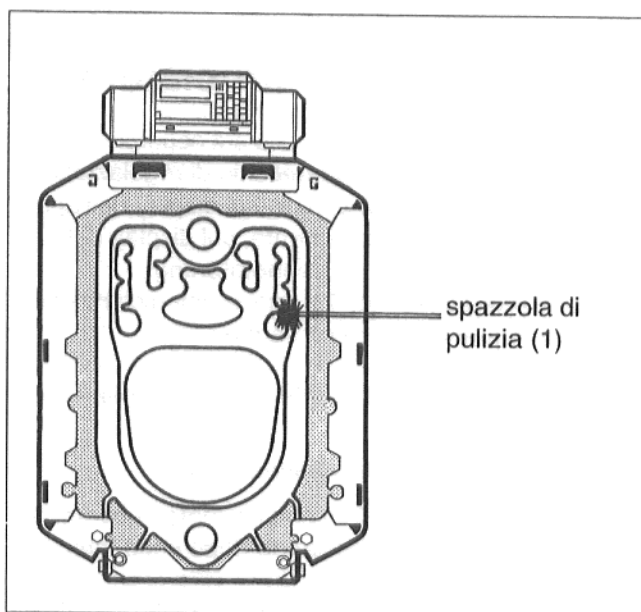

Fig. 39
- Pulire con la spazzola (1) i tiraggi laterali (Fig 39). Spazzolare con moto rotatorio in direzione orizzontale.